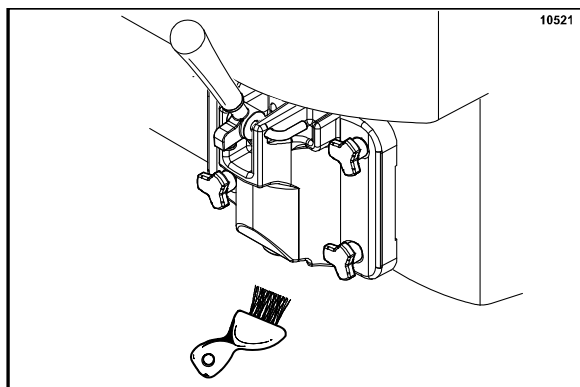

Рисунок 40
2. Возвратитесь к фризери с небольшим количеством дезинфицирующего раствора. Погрузите щетку раздаточного отверстия двери в дезинфицирующий раствор и очистите щеткой раздаточное отверстие двери и дно раздаточного клапана. (См. рис. 40)